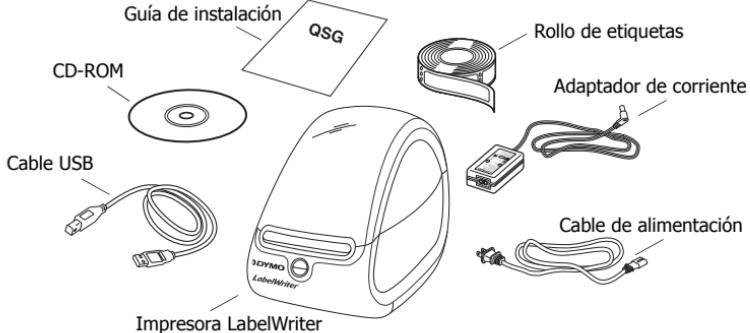

Figura 1
- 2 Asegúrese de que se incluyen todos los elementos que se muestran en Figura 1.